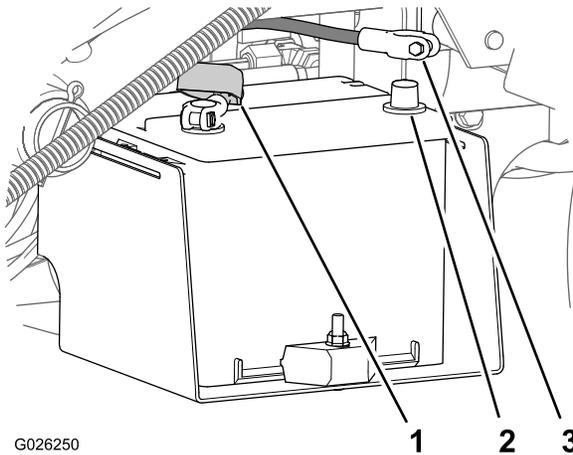

Figure 6
3. Branchez le câble positif de la batterie (rouge) à la borne positive (+) de la batterie et fixez-le avec les boulons et écrous (Figure 6).